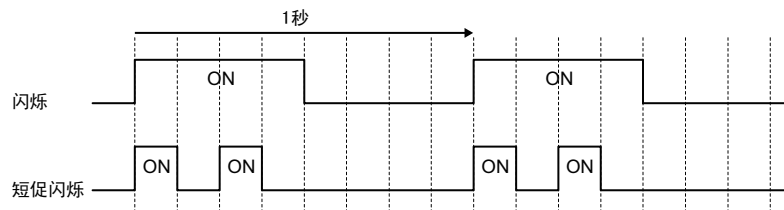

图 4.2 关于 RUN 指示灯的闪烁状态
- <1> RUN 指示灯闪烁和短促闪烁的区别请参照图 4.2。